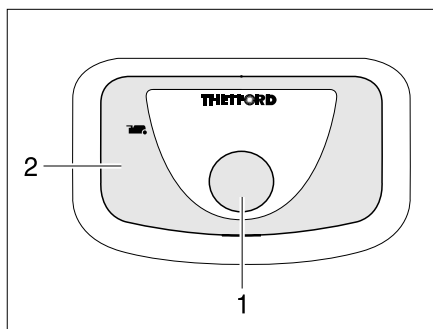

Fig. 362 Pulsante dello sciacquone/spia di controllo toilette Thetford
- Per sciacquare premere il pulsante blu (Fig. 362,1).
Quando la cassetta Thetford è piena e deve venire svuotata, la spia di controllo (Fig. 362,2) si accende.